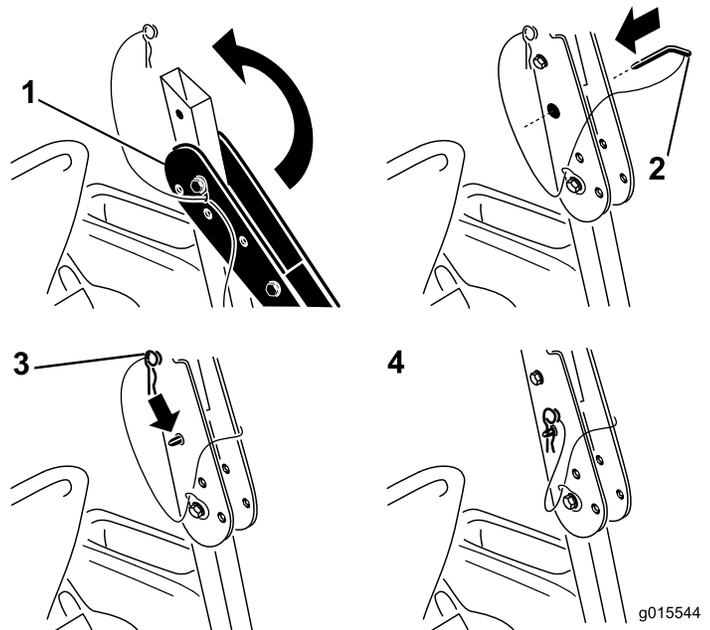

Bild 5
4. Richten Sie den Überrollbügel vertikal auf und arretieren mit den zwei Lagerbolzen, wie in Bild 5 dargestellt.
5. Arretieren Sie den Überrollbügel mit den zwei Lagerbolzen in der aufgeklappten Stellung. Befestigen Sie die Lagerbolzen mit den Splinten am Ende jeder Verbindungsleine (Bild 5).